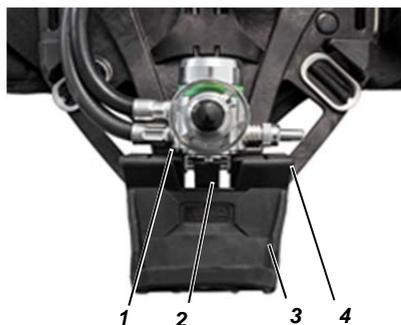

Fig. 27 *Riduttore di pressione con paracolpi e protezione valvola*
- (9) Spingere il perno fuori dal sostegno del riduttore di pressione (→ Fig. 26 e Fig. 27).
- (10) Rimuovere il riduttore di pressione del telaio di trasporto, non sollevare la molla d'arresto.
- (11) Pulire il telaio di trasporto con la cinghia di ritegno bombola ad una temperatura massima di 60 C.
- (12) Pulire la bardatura in una lavatrice idonea ad una temperatura massima di 60° C.
- (13) Pulire le linee, il riduttore di pressione e il manometro preferibilmente a mano.